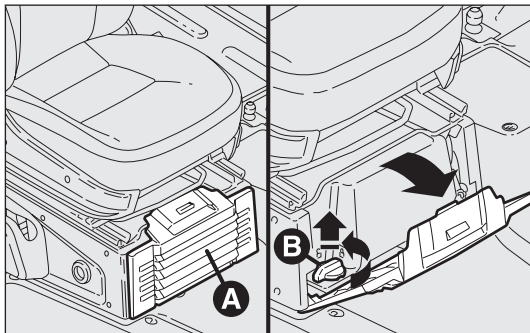
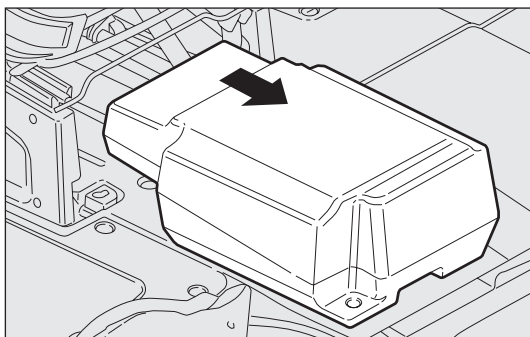

fig. 217
fig. 218
- Open de klep A en verwijder deze zoals is aangegeven in fig. 217;
- draai de vergrendelknop B linksom en verwijder de knop fig. 217 zodat het vak uitgeschoven kan worden fig. 218;